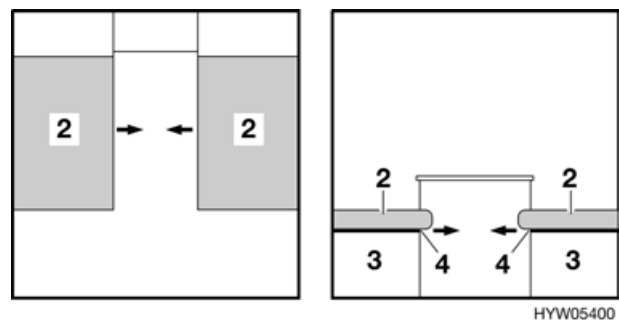

Bild 50 Während des Umbaus
- Lattenrost (Bild 50,4) zur Bettverbreiterung am linken und rechten Bettkasten herausziehen.